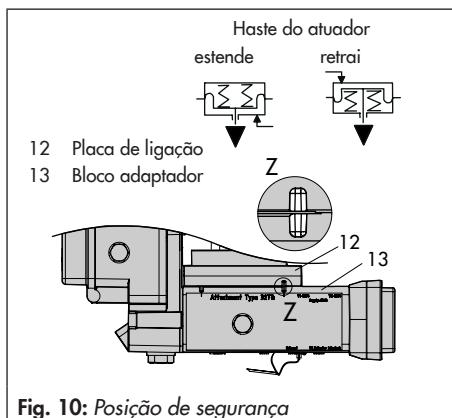

Fig. 10: Posição de segurança
7. Insira os parafusos (13.1) através dos orifícios intermédios do bloco adaptador (13).
8. Coloque a placa de ligações (12) em conjunto com o vedante (12.1) nos parafusos (13.1) de acordo com a ação de segurança "haste do atuador estende" ou "haste do atuador retrai". A ação de segurança aplicada é determinada alinhando a ranhura do bloco adaptador (13) com a ranhura da placa de ligações (12) (Fig. 10).